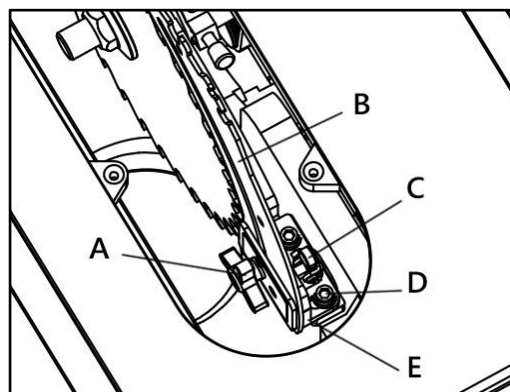

Рисунок 23
- Раскливающий нож предустановлен на станок. Полностью поднимите пильный диск, чтобы получить доступ к раскливающему ножу (рис. 23).